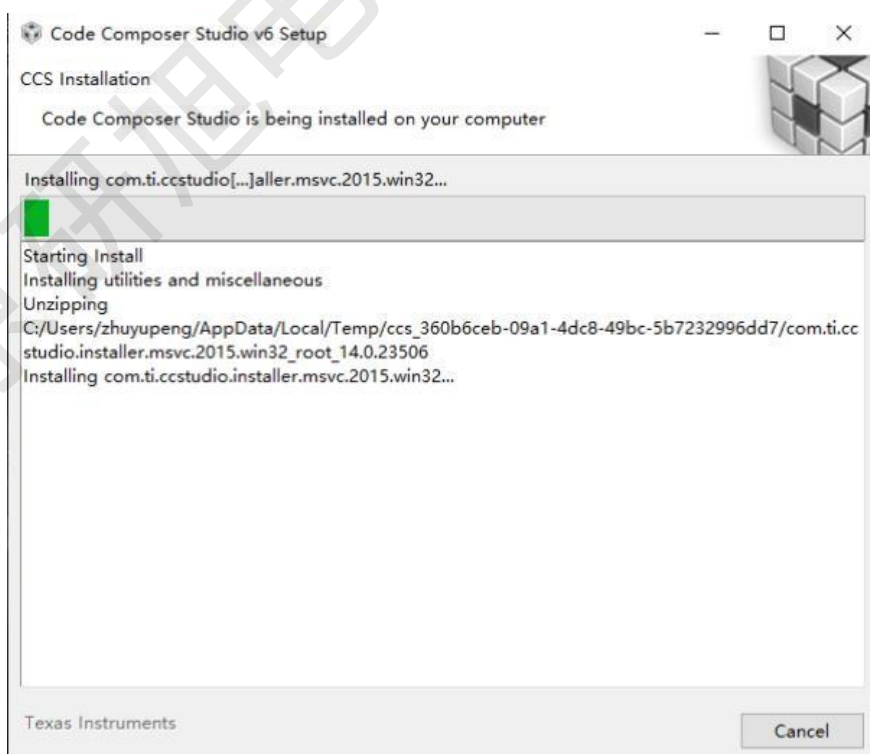

图 1-6
6、安装过程中会弹出如下图 1-6 所示一些安装功能的对话框，请勿单击 Cancel 按钮，否则在安装过程中就不会安装此功能。